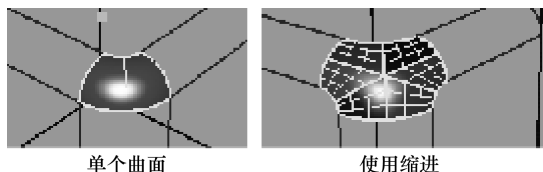

图4-46 不等半径的两种圆角类型
- **【Unequal Radius Corner】**（不等半径）：指定在沿所有三条边指定的半径不相同时，在角点处构建的几何体的初始类型，如图4-46所示。